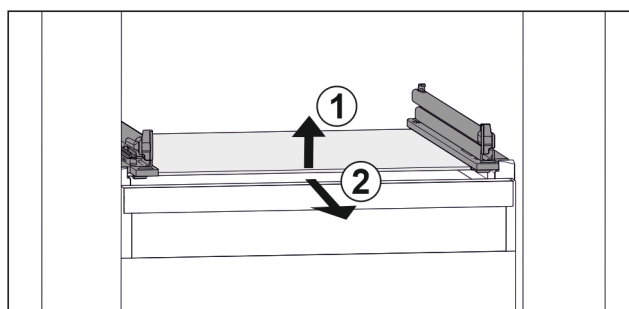

Fig. 100 Beispielhafte Darstellung der Glasplatte
- ▶ Glasplatte vorne anheben. Fig. 100 (1)
- ▶ Glasplatte nach vorne entnehmen. Fig. 100 (2)